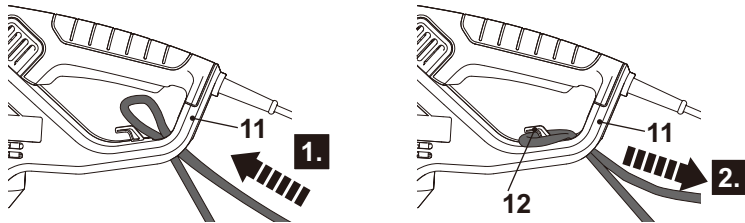

Fig. 4
1. Doble el cable alargador hacia atrás, a unos 30 cm del extremo y pase el nudo por el agujero de la protección trasera (11) (Fig. 4, paso 1).
2. Páselo por el retenedor del cable (12) y tire suavemente de él para asegurarse de que está bien sujeto (Fig. 4, paso 2).